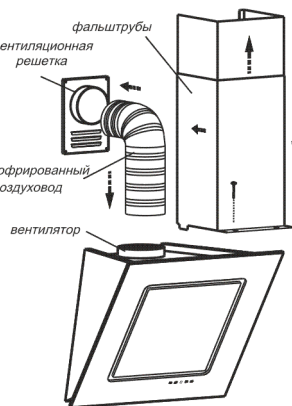
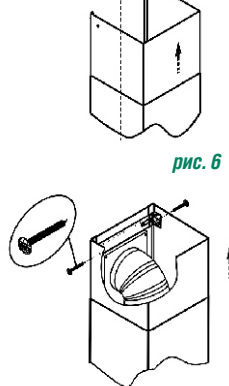

рис. 7
рис. 8
6.3 Соедините вентилятор с вентиляционной решеткой полужестким гофрированным воздуховодом (рис. 7).
6.4 Установка фальштруб (рис.7). На нижней фальштрубе имеются специальные «ушки», которые необходимо направить в пазы, расположенные на верхней панели вытяжки. Затем нижнюю фальштрубу необходимо зафиксировать двумя самонарезающими винтами 3,5х11 мм. Выдвиньте верхнюю фальштрубу, навесьте ее на кронштейн (рис.8) и закрепите винтами.